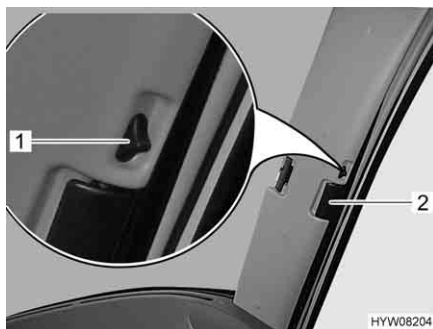

Fig. 16 Bloccaggio delle tendine oscuranti pieghevoli per il finestrino del conducente/passeggero
- Inserire la tendina oscurante pieghevole per la maniglia (Fig. 16,2) fino all'arresto.
- Spingere il bottone di bloccaggio (Fig. 16,1) in basso.